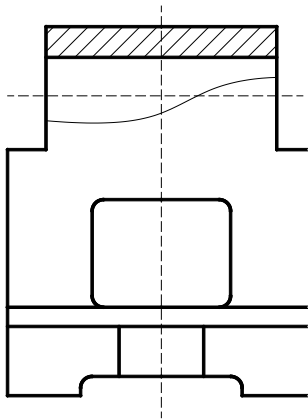

图3-8 素材图形
**01** 执行“文件”|“打开”命令，打开“第3课\3.1.3.dwg”素材文件，如图3-8所示。